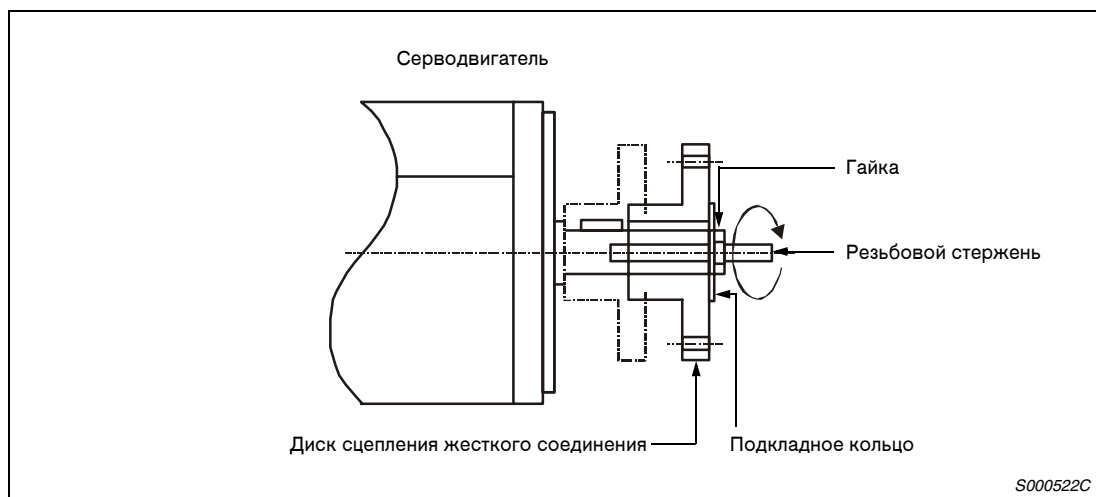

Рис.2-3. Монтаж ременного шкива
- При установке диска сцепления для жесткого крепления со шпоночным пазом используйте резьбовое отверстие на конце вала двигателя. (смотри рис.2-3). Вверните резьбовой стержень в вал двигателя, после чего установите диск сцепления. На диске сцепления зафиксируйте прокладочное кольцо, после чего на резьбовом стержне закрутите гайку. Далее следует затянуть гайку, а затем надеть в таком виде диск сцепления на вал. При проведении монтажных работ с валом серводвигателя категорически запрещается использовать молоток.